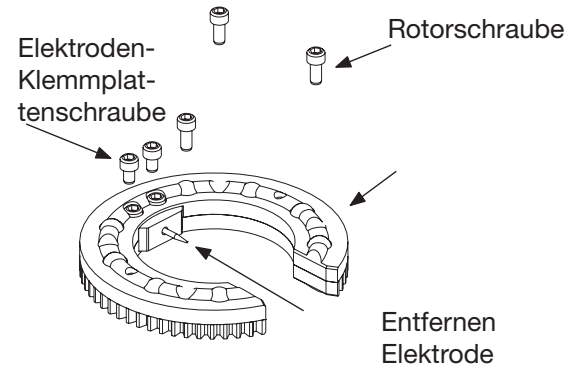

Abbildung 32 Entfernen der Rotor- und Elektroden-Klemmplatzenschrauben
2. Den Rotor auf eine saubere, trockene Oberfläche legen, so dass die Rotoröffnung nach oben zeigt. Den Zahnring vom Kontaktring trennen, so dass sich die zwei Rotorstifte reinigen lassen. Siehe Abbildung 32.